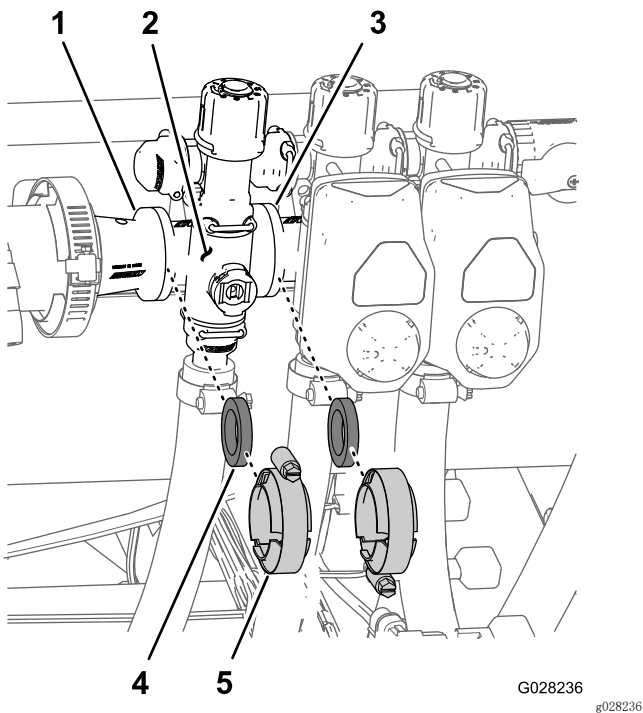

图80
1. 拆下将喷洒臂段阀歧管（图80）固定至相邻喷洒臂段阀（如左喷洒臂段阀和异径管接头）的夹具和垫片。